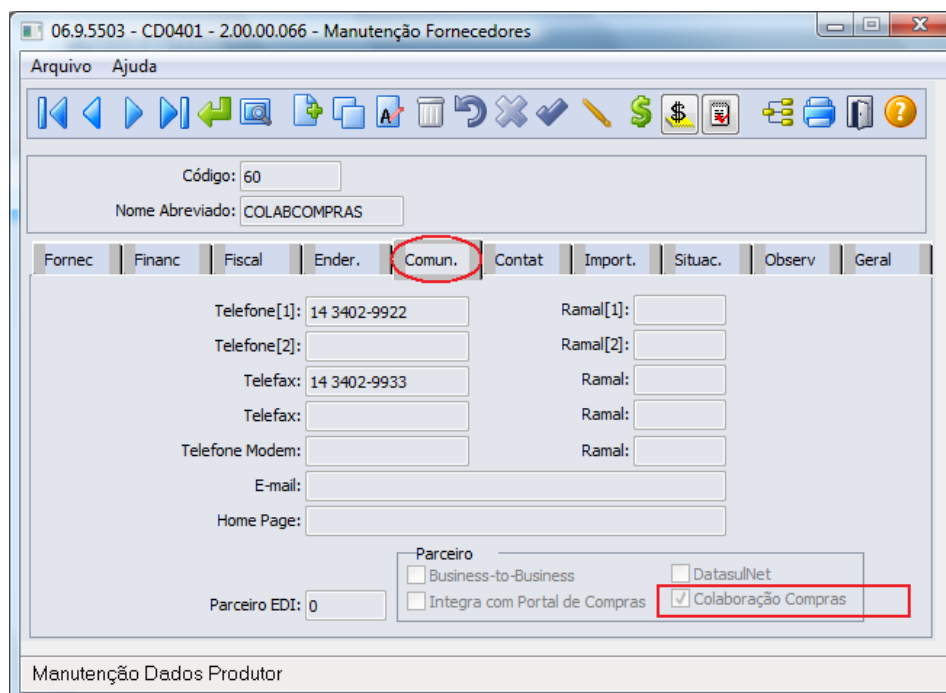

Figura 7 – Manutenção de fornecedores (Folder Comun.)
- Manutenção de Fornecedores (exclusivo para envio de pedido de compra/programação de entrega) – Marcar a opção “Colaboração Compras” no folder “Comun.”, informando ao sistema que o Fornecedor recebe mensagem via TOTVS Colaboração, conforme figura 7.